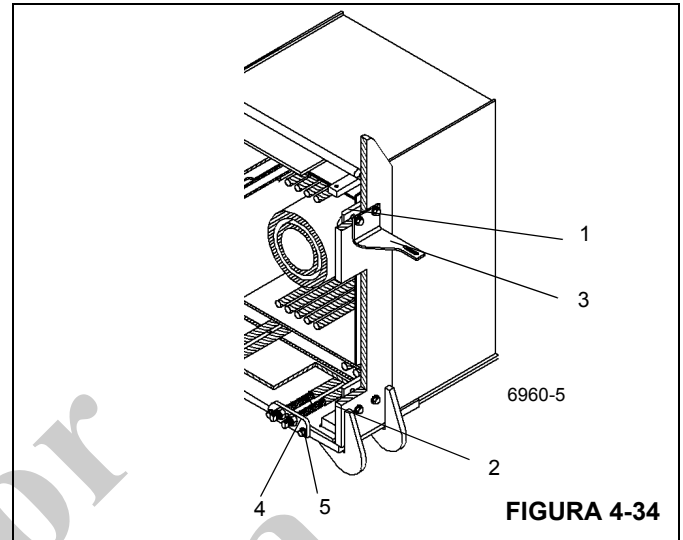

FIGURA 4-34
2. Instale las almohadillas de desgaste laterales superiores (1) e inferiores (2) en la sección de base usando dos tornillos en cada una (Figura 4-34). En la parte superior izquierda, fije la escuadra de montaje (3) con los dos tornillos de almohadilla de desgaste. Coloque los suplementos según lo indicado en la nota.
3. Fije las placas de anclaje de cables de retracción de la sección central exterior (4) a la parte delantera de la sección de base con dos pernos (5) en cada una (Figura 4-34).